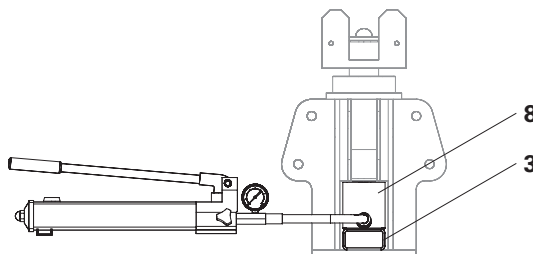

Fig. B1.11
1. Spingere il cilindro idraulico ATS (3) in posizione bassa nell'albero di testa (1).
2. Posizionare il cilindro idraulico (8) sul tubo dell'albero di testa ATS (3). (Fig. B1.11)